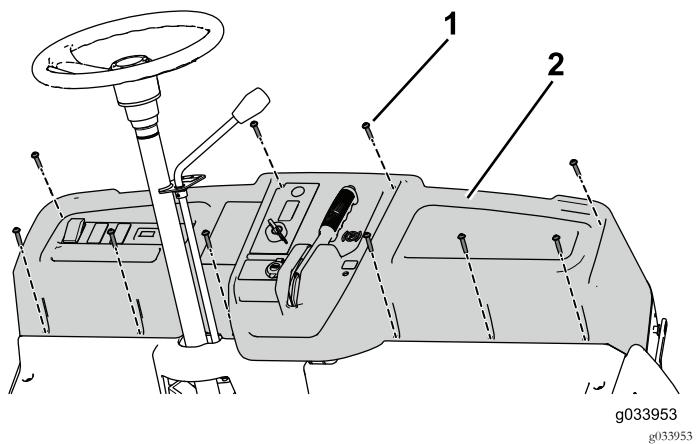

Figura 12
6. Retire y guarde los 10 tornillos ($\frac{1}{4}$ " x $1\frac{1}{4}$ ") para poder separar parcialmente el salpicadero, y desconecte los cables del freno de estacionamiento, acelerador y cambio de marchas (Figura 12).